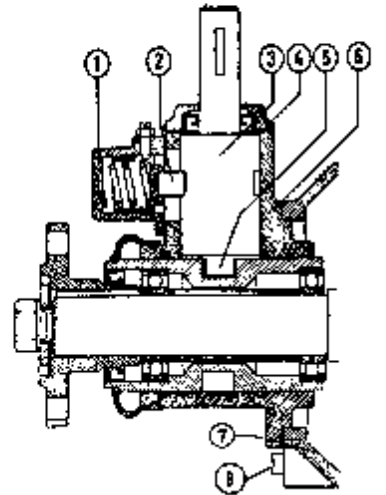

Abb. 58 Schaltmechanismus
1. Öl aus dem Wendegetriebe durch Herausschrauben der Ablassschraube (8, Abb. 58) ablassen.
3. Die Halteschrauben zwischen Lagergehäuse (6) und Gehäuse (7) lösen. Das Lagergehäuse einige Millimeter in Richtung Heck ziehen (wird durch vorsichtiges Einschalten mit dem Hebel erleichtert). Ein Messer zwischen die Dichtflächen stecken und vorsichtig die Dichtung lösen, so daß diese nur an der einen Dichtungsfläche festsetzt.
1. Sperrgehäuse (1, Abb. 58) lösen und den Sperrbolzen (2) herausheben.
2. Deckel (4) lösen, ohne diesen von der Welle abzuheben.
3. Welle (3) mit Deckel (4) aus dem Gehäuse heben und die Welle eine halbe Umdrehung drehen. Dabei auch den Mitnehmer (5) eine halbe Umdrehung drehen und die Welle einbauen.